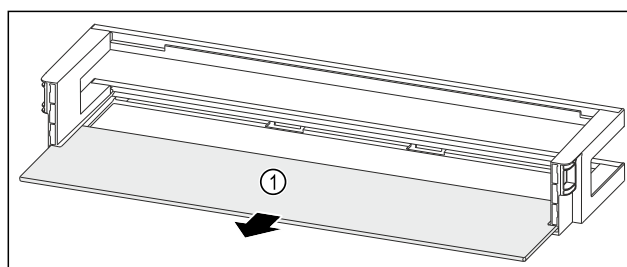

Fig. 99 Türabsteller mit Abstellfläche
- Abstellfläche Fig. 99 (1) entnehmen.